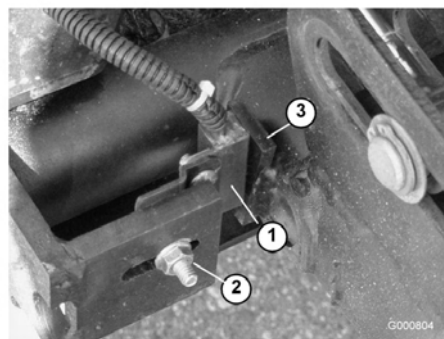

図 88
- ・ 昇降アームのスイッチのブラケットを4番、6番または7番昇降アームに固定しているキャリッジ・ボルトのナット（図 88）をゆるめる。図は4番昇降アームである。